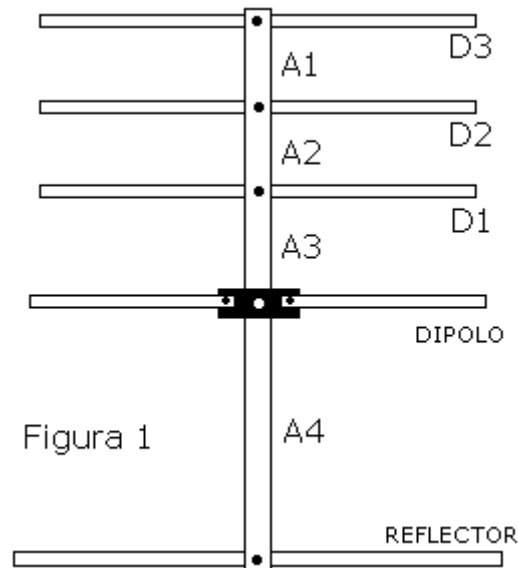

Figura 1
- Los **directores** (D1, D2 y D3 en el plano, Figura 1, que es una visión de la antenna desde abajo).
La distancia entre elementos (A1, A2, A3 y A4 en la Figura 1) es la siguiente (la distancia se refiere a la que hay entre cada agujero que perforaremos en el «boom» para montar con tornillos cada elemento).
- Del reflector al dipolo (distancia A4 en Figura 1) 59cm.